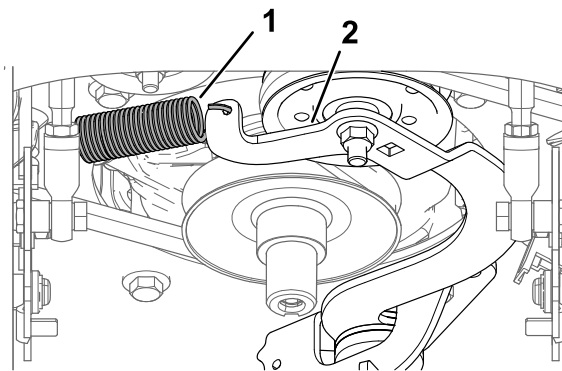

Figura 58
6. Insira um roquete no furo quadrado do braço intermédio para libertar a tensão da correia (Figura 58).
10. Instale a mola na âncora da mola. Utilize o roquete para aplicar tensão na mola para permitir que a correia passe sobre a borda da polia intermédia (Figura 58).